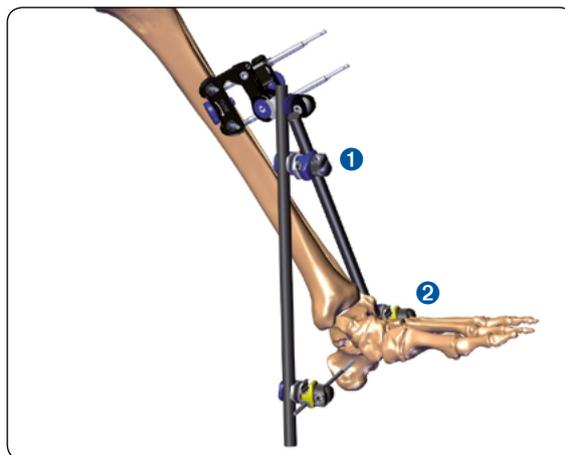

Fig. 16
Collegare il morsetto (1) a un secondo morsetto di connessione grande-medio laterale (99-93030) (2) mediante una seconda barra. (Fig. 16)